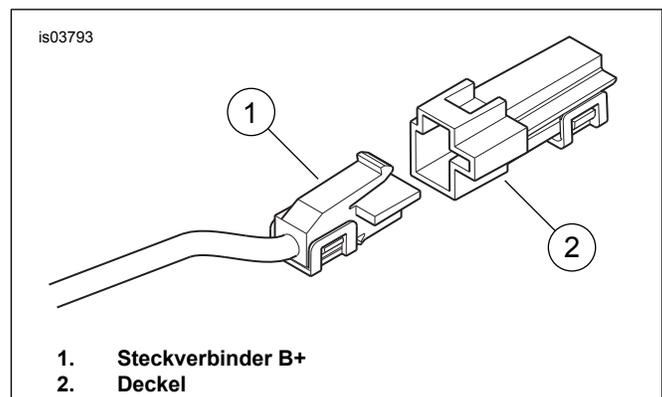

Abbildung 6. Steckverbinder B+
8. Die roten und orange/weißen Kabel des Lautsprecher- und Verstärkerkabelbaums (5) ablängen, sodass die versiegelten Stoßverbinder am Relais leicht zu erreichen sind. Rote und orange/weiße Kabel mit dem versiegelten Stoßverbinder (6) am roten Kabel von Relaiskontakt 3 verspleißen und versiegeln.
9. Den versiegelten Stoßverbinder (7) am freien Ende des **roten** Kabels von Relaiskontakt 5 auswählen. Das rote Kabel an einem Ende des Inline-Sicherungshalters (8) mit dem roten Kabel von Relaiskontakt 5 verspleißen.
10. Das andere Ende des Inline-Sicherungshalters und das 12-V-Adapterkabel (9) mit dem blauen versiegelten Stoßverbinder (10) aus dem Befestigungsteilepack miteinander verspleißen.
11. Siehe Abbildung 6. Den Steckverbinder B+ (Batteriepluspol) (1) am Hauptkabelbaum unter dem Sitz suchen (ein rotes Kabel mit einem nicht benutzten grauen Steckverbinder). Die Abdeckung (2) des Steckverbinders B+ entfernen.